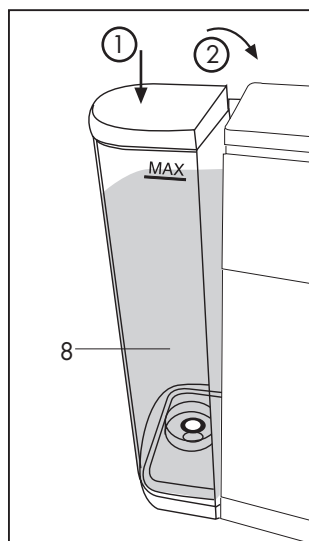

Fig. 3
- Chiudere con il coperchio e reinserire il serbatoio inclinandolo leggermente e appoggiandolo sulla valvola dell'acqua. Premere la parte superiore della macchina fino a sentire uno scatto. Onde evitare fuoriuscite d'acqua, controllare che il serbatoio sia fissato (Fig.3)